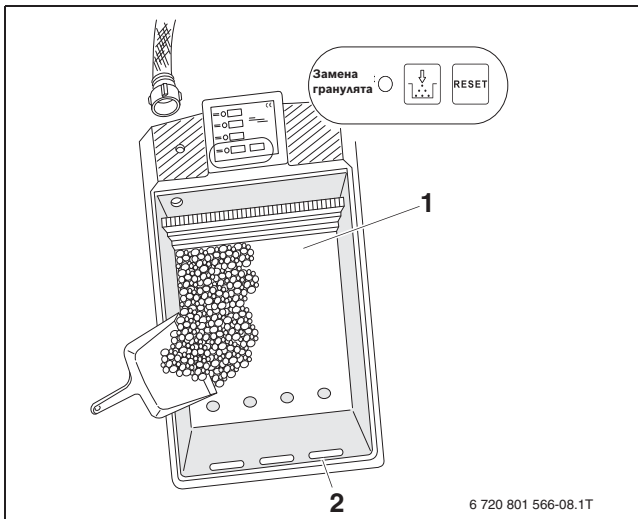

Рис. 8 Замена гранулята
Необходимый для нейтрализации гранулят нужно заменять с периодичностью, зависящей от режима эксплуатации котла. Необходимость смены гранулята показывает световой индикатор „Замена гранулята“ на системе управления (→ рис. 8). Используйте такую возможность для чистки всего устройства нейтрализации.
- ▶ Один раз коротко нажмите кнопку Reset. Насос откачает остатки воды (→ рис. 8).
Следите, чтобы гранулят не попал в переливные отверстия (→ рис. 8, [2]).
- ▶ Очистите грязевую камеру (→ рис. 8, [1]).
- ▶ Нажмите и удерживайте нажатой кнопку Reset в течение примерно 5 секунд до тех пор, когда погаснет световой индикатор „Замена гранулята“ (→ рис. 8).